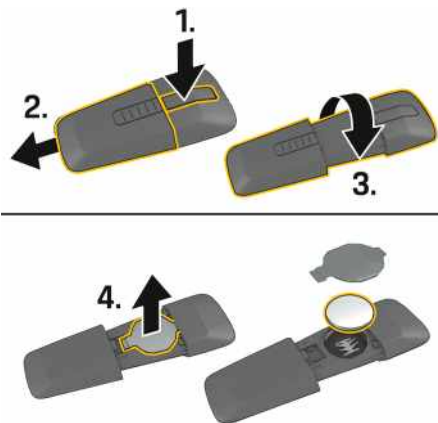

Fig. 146: Remplacement de la pile de la carte conducteur PVTS Plus
1. Retirez le couvercle de la carte conducteur ((fig. 146) 1. – 3.).
2. Ouvrez avec précaution le cache de la pile de la carte conducteur à l'aide d'un objet approprié (un tournevis p. ex.) ((fig. 146) 4.).